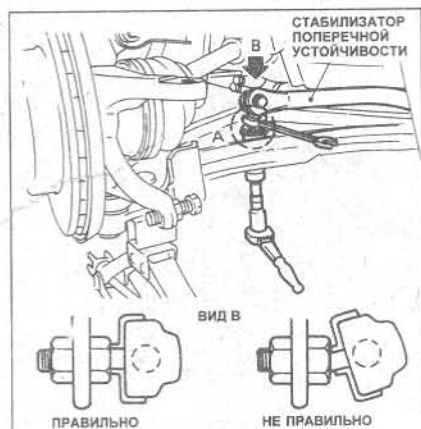

Рис. 10.18 Правильная установка кулис переднего стабилизатора поперечной устойчивости (Глава 10)
- 8 За шестиугольник кулисы вращайте каждую связь, пока она не расположится перпендикулярно к стабилизатору поперечной устойчивости, затем умеренно зажмите обе гайки на каждой связи (рис. 10.18).